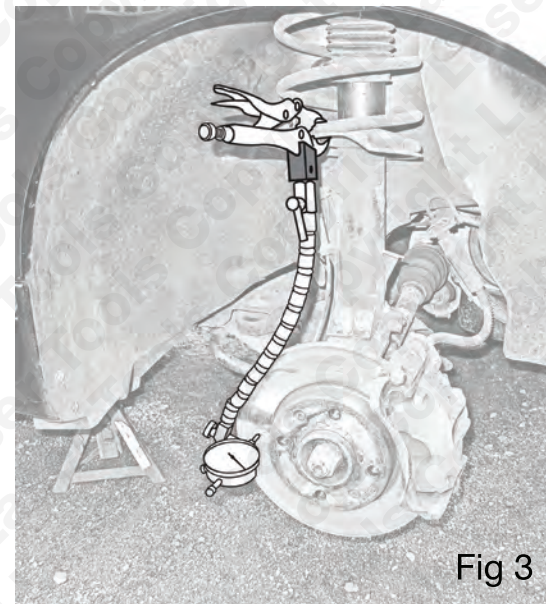

Fig 3
- Utilizando o alicate, apertar e fixar o conjunto num ponto da suspensão ou do suporte do cubo conveniente que esteja suficientemente próximo para permitir que a barra (A) fique num tal ângulo que permita que o ponto de medição do relógio comparador (J) entre em contacto com o disco do travão a 90° relativamente à face do disco. Posicionar o relógio comparador de forma que o ponto de medição (J) seja comprimido em 2 a 4 mm. Fig. 3